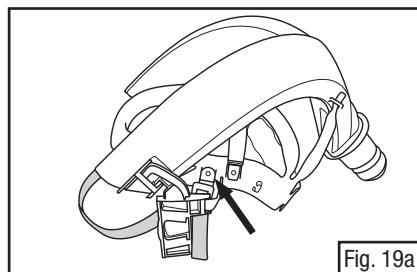

Fig. 19a
1. Sur la coiffe, repérer les points de fixation de la mentonnière. On peut voir à la Fig. 19a une mentonnière fixée (noter l'emplacement des loquets sur la coiffe, indiqué par la flèche).